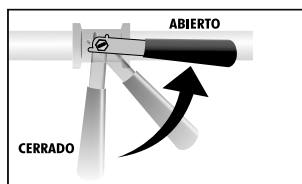

Figura 25
- Gire la válvula de paso hasta la posición ABIERTO (Ver figura 25).